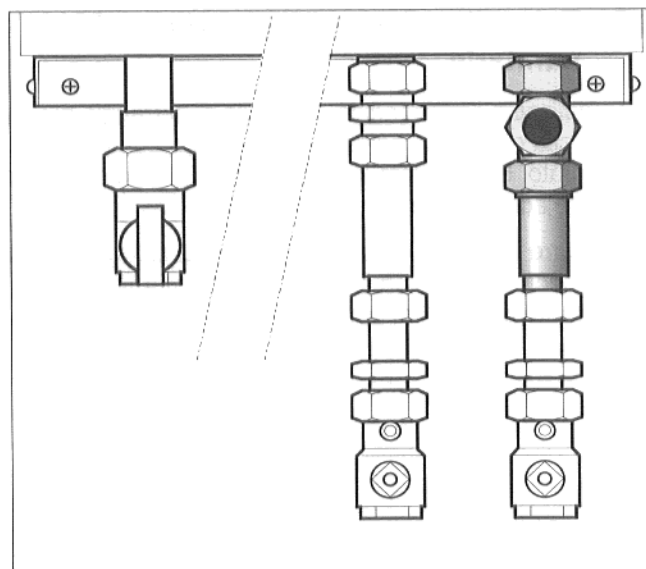

Fig. 5: tubo di ritorno, rubinetto di manutenzione
- Utilizzando il raccordo di bloccaggio a T a vite, montare il tubo di ritorno del gruppo G-AA tra il rubinetto di manutenzione ed il ritorno caldaia (Fig. 5).
- Ermetizzare il nipplo doppio nel pezzo a T (Fig. 5).